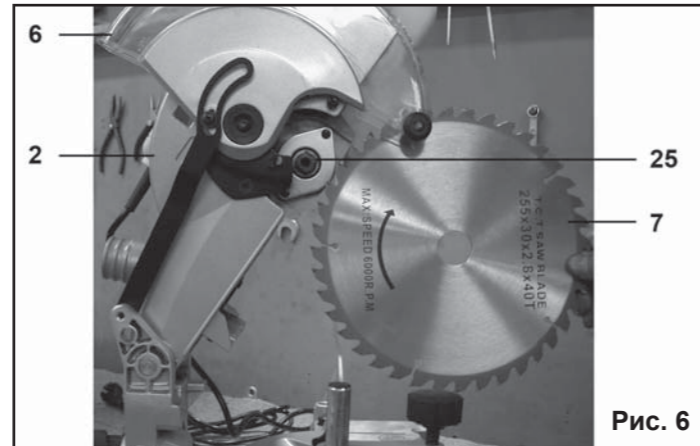

Рис. 6
Поднимите нижний подвижный кожух (6) вверх и удерживая его в этом положении, вывинтите на 3-4 оборота винт (22) и немного ослабьте винт (21) Рис. 4. Отведите верхний кожух (2) и подвижный нижний кожух (6) назад, освободив доступ к шпинделю (25) пилы, Рис. 6.